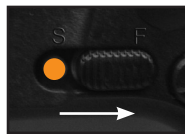

ilustración 2b
- Empuje del seguro hacia adelante (hacia la “F”) (**Ilustración 2b**).